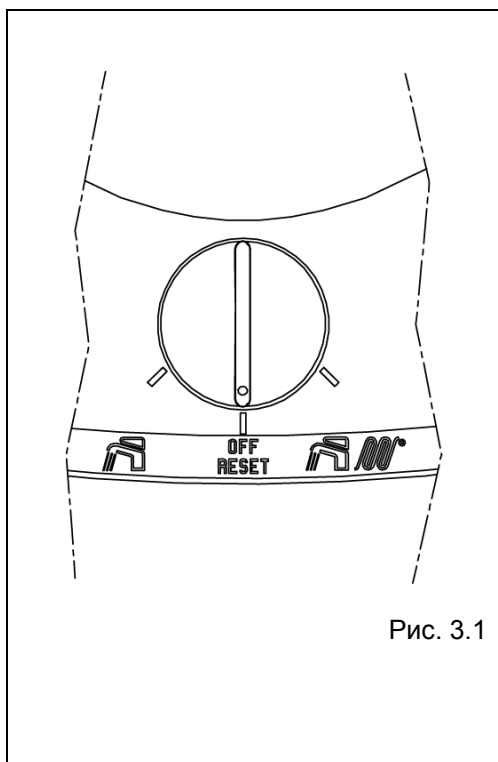

Рис. 3.1
Если вы собираетесь отсутствовать недолго (конец недели, короткая поездка, и так далее), установите переключатель режимов работы (рисунок 3.1)) в положение OFF (отключено).
- установите переключатель режимов работы (рисунок 3.1) в положение OFF (отключено);